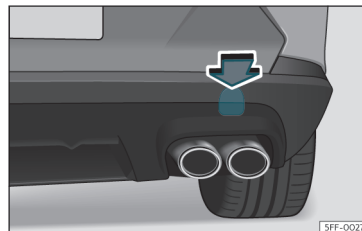

Fig. 45 Sul lato destro del paraurti posteriore: estrarre il coperchio.
L'alloggiamento dell'occhiello di traino avvitabile è situato sul lato destro del paraurti posteriore, dietro a un coperchio»» fig. 45.
- Per sbloccarlo, premere sull'area superiore del coperchio»» fig. 45.